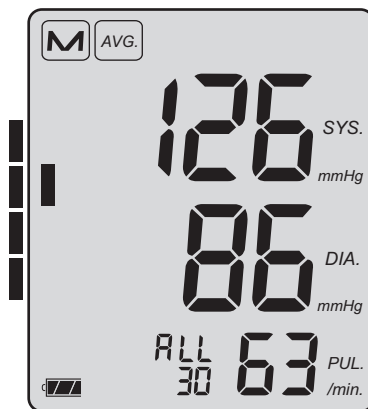

Bild 8
- ➔ Rufen Sie nach jeweils 30 eingetragenen Blutdruckmessungen Ihren Mittelwert ab, indem Sie **im ausgeschalteten Zustand** kurz die M-Taste drücken. Der Mittelwert aller gespeicherten Werte wird angezeigt (ALL). Nach wiederholtem Drücken der M-Taste wird der Mittelwert aller Messungen zwischen 0:00 und 11:59 Uhr (AM) angezeigt, danach der Mittelwert aller Messungen zwischen 12:00 und 23:59 Uhr (PM). Die Anzahl der im Mittelwert enthaltenen Messungen erscheint bei ALL/AM/PM (siehe Bild 8).
Mit der Anzeige der Mittelwerte erscheint am linken Displayrand ein dunkles Rechteck (siehe Bild 8), entsprechend der Höhe des Blutdruckmittelwertes. Mit Hilfe der zugehörigen Bewertungsskala (siehe Bild 9) sehen Sie in welchem Bereich sich Ihr Blutdruck gemäß WHO befindet (siehe Seite 13).